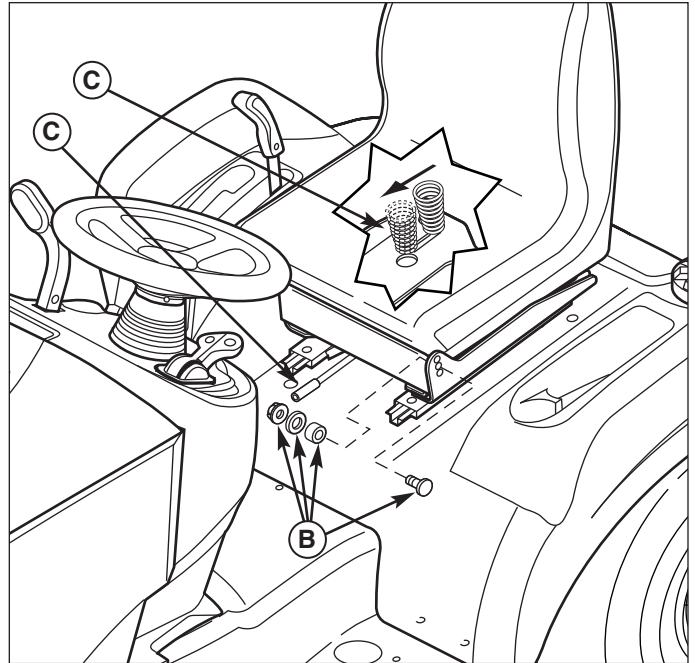

Figure 26. Réglage du siège
L'inclinaison du siège peut être réglée sur une des trois positions. Pour la régler, retirer les boulons mécaniques, écarteurs, rondelles et écrous (B, Figure 26) de la charnière et les remonter dans les trous souhaités.
Le siège peut être réglé d'avant en arrière. Actionner le levier (A, Figure 26), mettre le siège sur la position désirée et relâcher le levier pour le verrouiller en place.
Les ressorts du siège (C, Figure 26) peuvent être réglés pour procurer une conduite plus douce ou plus ferme. Incliner le siège vers l'avant et faire glisser l'ensemble de ressort (C) vers l'avant pour une conduite plus douce, vers l'arrière pour une conduite plus ferme.